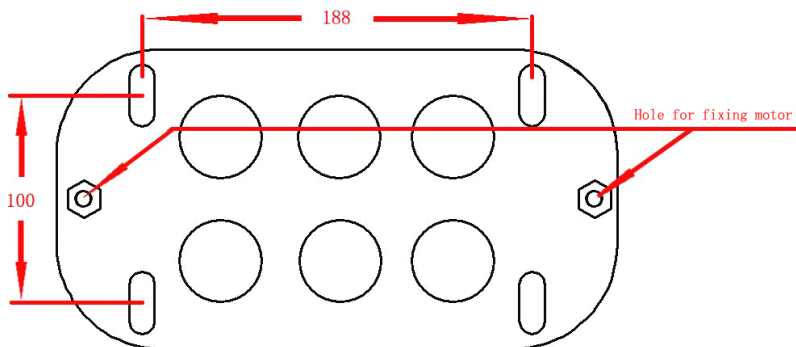

Fig. 2
1. Alegeți poziția cea mai potrivită pentru instalarea dispozitivului de deschidere a porții. Fixați temporar placa de bază sub carcasa motorului și puneți în poziția în care urmează să fie fixat, marcați în jurul carcasei. Luați carcasa motorului și marcați pozițiile a patru găuri în fiecare colț al plăcii de bază și a canalului pentru cablul de curent, care va intra în placa de bază. vedeți Fig. 2.